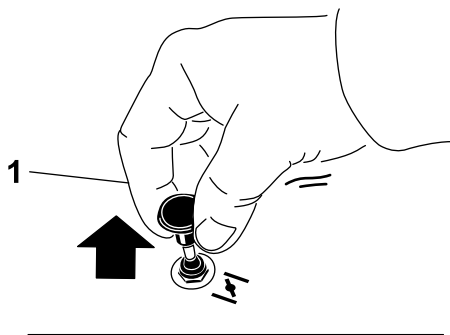

Figure 12
1. Tirez sur le bouton de starter pour engager le starter avant d'utiliser le commutateur d'allumage (Figure 12).
2. Poussez sur le bouton du starter pour désengager le starter lorsque le moteur a démarré (Figure 12).